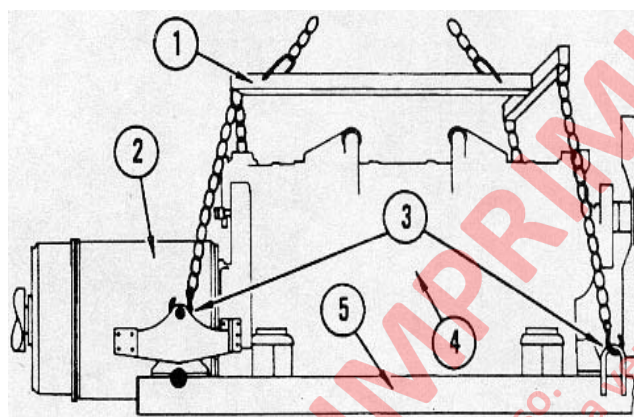

FIGURA 2-7. PUNTOS DE LEVANTE DEL MÓDULO DE POTENCIA
7. Ponga el dispositivo de levante (1, Figura 2-7) en el tecle y fije a la estructura de la base de soporte del motor/alternador y a los puntos de levante del sub-bastidor delantero como se muestra en la Figura 2-7. Retire la cadena de seguridad.
4. Conecte un dispositivo de elevación a la estructura de la base de soporte del motor/alternador y a los puntos de levante del sub-bastidor delantero (Figura 2-7).